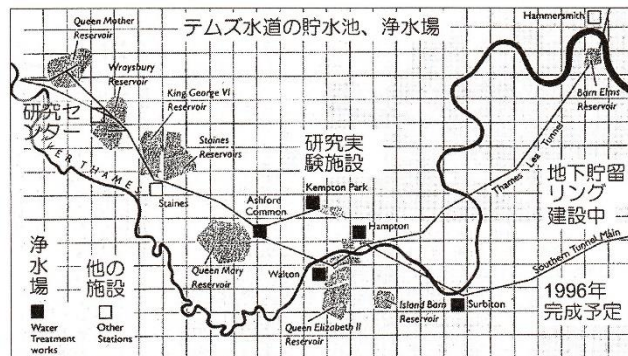

図11 貯水池と浄水場
う発達状況を調べた。藻類の発達は季節により異なるので、年に数回、2年間にわたり調査を行った。テムズ水道の水道水源は農耕地と都市廃水の影響でとんでもなく富栄養化した河川表流水である。河川水をまず貯水池で長期間貯水していた(図11)。農耕地の影響がある河川水中には難分解性の農薬も含まれていると考えていた。そこで人間という生物への安全性を高めるために自然界での生物群集の活躍による長期間の生物分解が必要と考えていた。
14)。私が調査した2つの浄水場だけで約800万人へ給水可能な能力がある。テムズ水道にはロンドン市西部にアッシュフォード・コモン浄水場の他に4つの浄水場（普通の人々がテムズ水道を見学に行くハンプトン浄水場、ワルトン浄水場、サービトン浄水場、テムズ水道の研究施設があるケンプトンパーク浄水場）がある（図11、前出）。ロンドン市の人口は約1千万人と言われているがテムズ水道の緩速ろ過による浄化能力はロンドン市の全水道需要を十分にカバーできる能力がある。